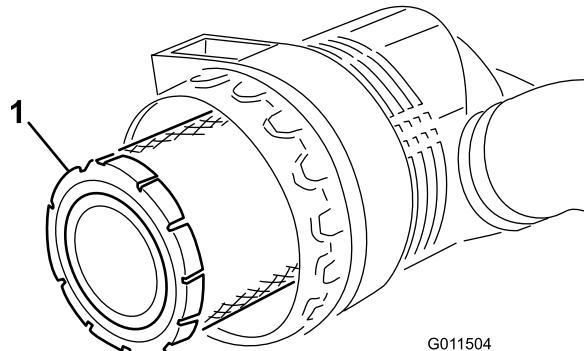

Figure 51
- Avant d'enlever le filtre (Figure 51), utilisez de l'air comprimé à basse pression (276 kPa [40 psi]) propre et sec pour éliminer toute accumulation importante de débris entre l'extérieur de l'élément principal et la cartouche. N'utilisez pas d'air sous haute pression car il pourrait forcer les impuretés à travers l'élément principal et dans la zone d'admission. Cette procédure de nettoyage empêche de déplacer des débris dans l'admission lors du retrait de l'élément principal.